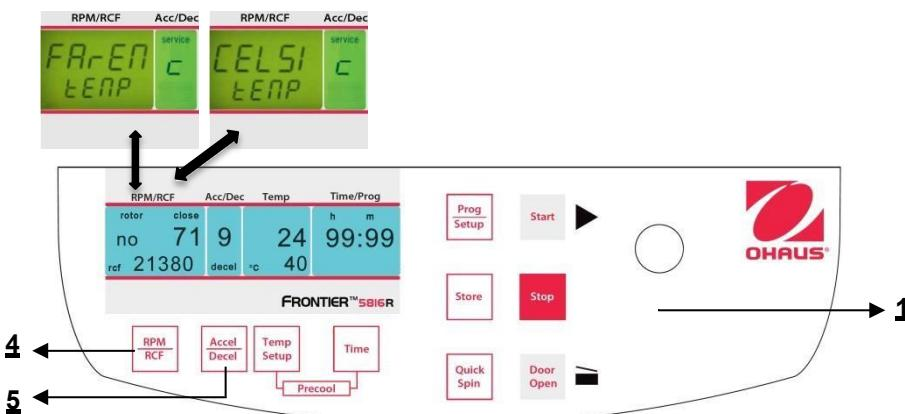

Abbildung. 34
Fahren Sie fort wie unter Punkt 4.1.1 beschrieben, um in den Programmmodus einzutreten und drücken Sie dann die Taste "Accel/Decel" (5). Auf der Anzeige "Acc/Dec" (A-2) erscheint das Wort "Service". Wählen Sie nun den Buchstaben "C" mit Hilfe des Anpassungsknopfes (1). Als Ergebnis erscheinen auf der Anzeige "RPM | RCF" (A-1) die Worte "CELSI/temp". Wenn Sie die Taste "RPM | RCF" (4) drücken, blinkt das Wort "CELSI" und Sie können mit dem Anpassungsknopf (1) die Anzeige in Fahrenheitheit "FAREN" ändern (siehe Abbildung 34).